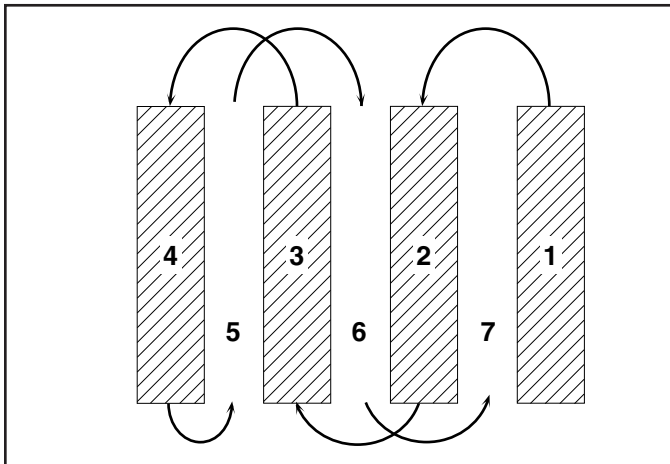

Fig. 14
- Vous trouverez le labourage beaucoup plus facile si vous laissez un sillon non bêché entre les passes. En ce temps-la retourner entre le rang de labourage (Voir la fig. 14). Il y a deux raisons pour faire ceci. Premièrement, des virages larges sont beaucoup plus faciles à prendre que faire des demi-tours. Deuxièmement, la motobineuse ne vous entraînera pas vers le rang bêché qui est le plus proche.